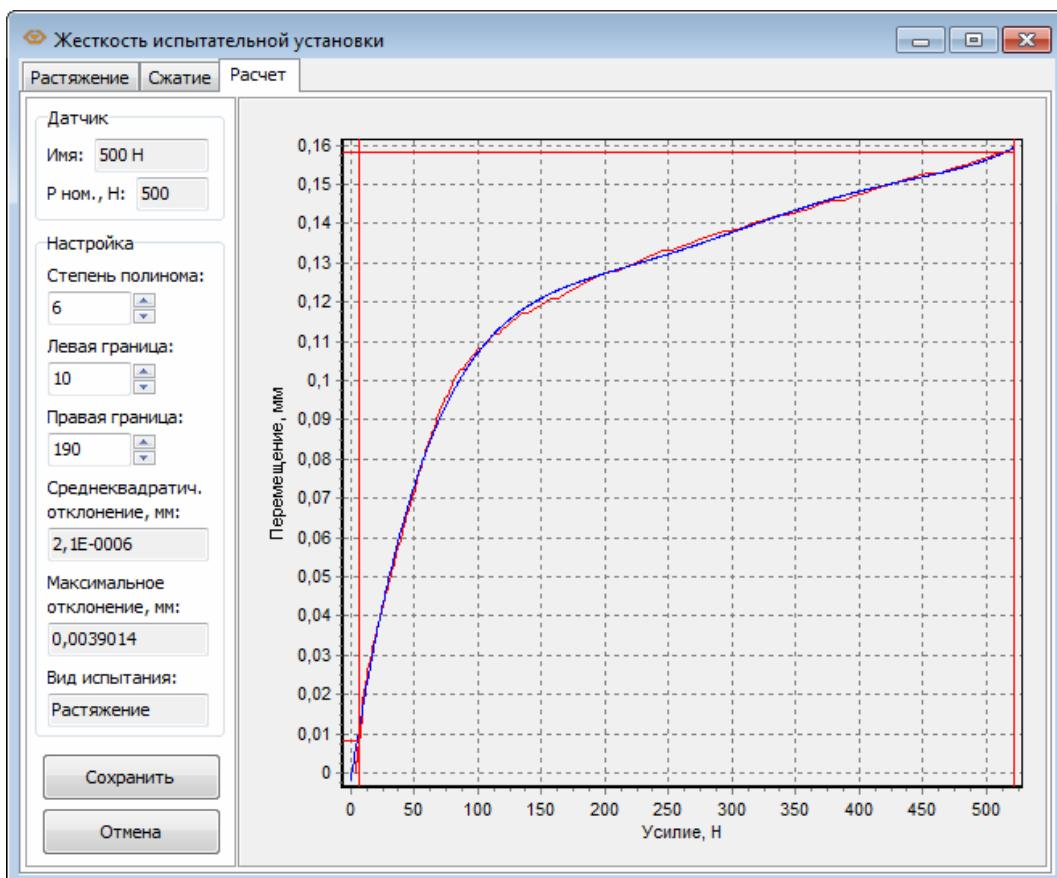

Рис. 60. Настройка кривой жесткости испытательной установки
5. На вкладке **«Расчет»** на экране отобразятся два совмещенных графика (рис. 60). Красным цветом – диаграмма испытания, а синим – аппроксимированная степенным полиномом сглаженная зависимость, которая в дальнейшем будет использована в качестве кривой жесткости. Вертикальными линиями на диаграмме отмечен расчетный интервал аппроксимации. За пределами этого интервала выполняется экстраполяция.